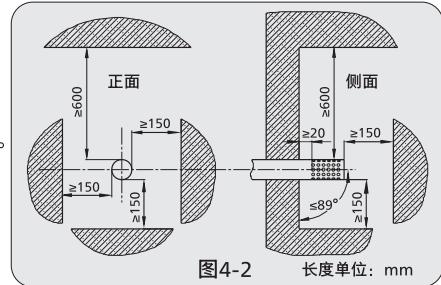

图4-2 长度单位：mm
8、排烟管出口必须设置在室外。热水器使用时，排气管出口可能有冷凝水滴落，安装时应注意不要影响他人。排气管出口距周围物体的间距如图4-2所示。